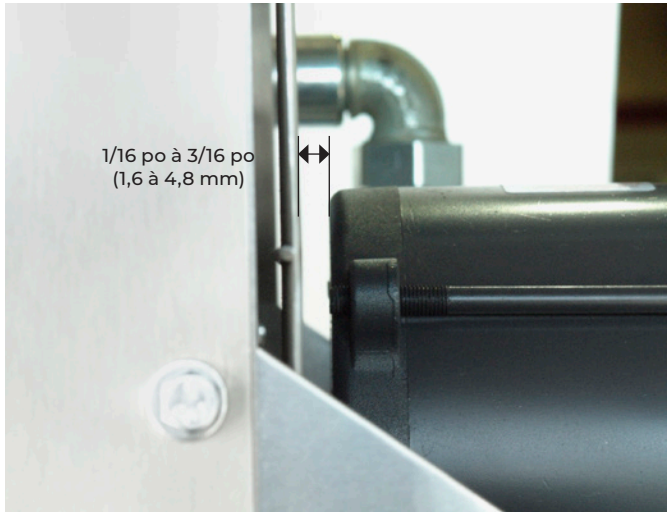

Figure 15
- 3.7 Engager et serrer simultanément les deux extrémités du conduit 1 dans les boîtiers. Laisser un espace de 1/16 po à 3/16 po (1,6 à 4,8 mm) entre le moteur et le protecteur du ventilateur (voir Figure 15, page 20). Ajuster le conduit 2 pour centrer le ventilateur dans le capot.